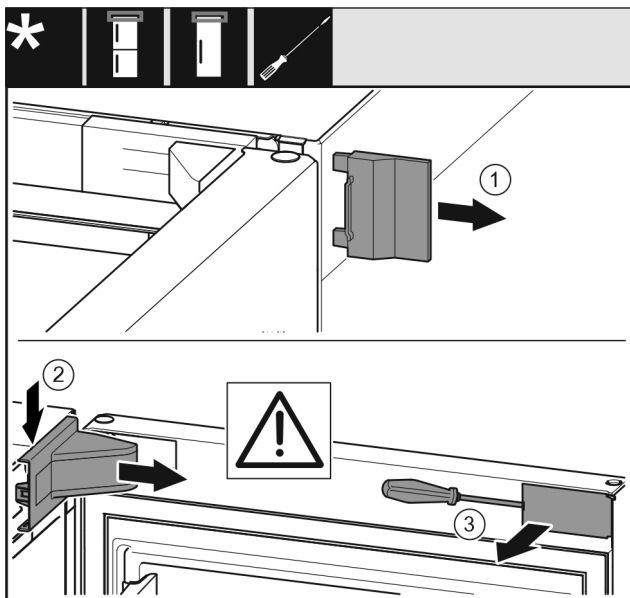

Fig. 8
▶ Зніміть зовнішню кришку. Fig. 8 (1)
▶ Звільніть і ослабте кришку опорного кронштейна. Зніміть кришку опорного кронштейна. Fig. 8 (2)
▶ За допомогою шлицевої викрутки звільніть від фіксатора та поверніть убік накладку. Fig. 8 (3)